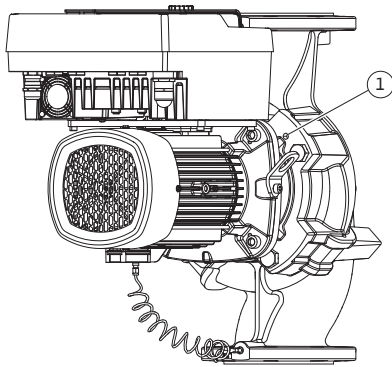

Fig. 11: Abdrücken des Einstecksatzes über Gewindebohrungen (DN 100 ... DN 125)
Bei Pumpentyp Fig. II und Fig. III (DN 100 ... DN 125) dafür die zwei Gewindebohrungen (Fig. 11, Pos. 1) nutzen. Dabei geeignete, bauseits bereitgestellte Schrauben (z. B. M10 x 25 mm) verwenden.
5. Den Einstecksatz (siehe Fig. 4) vom Pumpengehäuse abdrücken. Dafür die zwei Gewindebohrungen (siehe Fig. 11) nutzen. Zum Lösen des Sitzes Schrauben M10 mit geeigneter Länge in die Gewindebohrungen eindrehen.